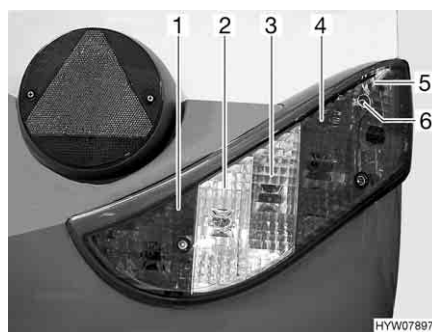

Fig. 181 Luci posteriori (lato anteriore)
- Svitare le tre viti ad esagono cavo (Fig. 181,6).